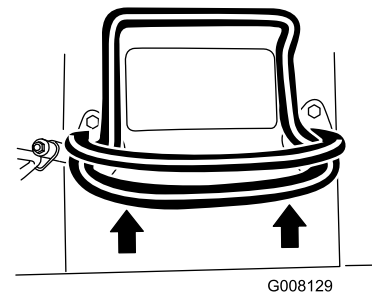
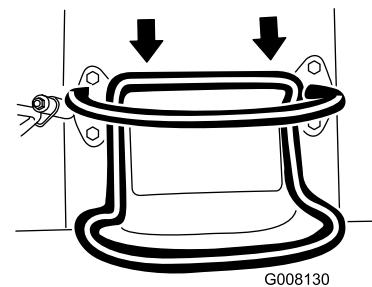

Bild 7
Bild 8
- Bewegen Sie den Fahrtriebshebel nach vorne, um vorwärts zu fahren (Bild 7).
- Bewegen Sie den Fahrtriebshebel nach hinten, um rückwärts zu fahren (Bild 8). **Schauen Sie beim Rückwärtsfahren nach hinten und achten Sie auf Hindernisse, fassen Sie den Anschlagbügel mit den Händen an (Bild 7).**